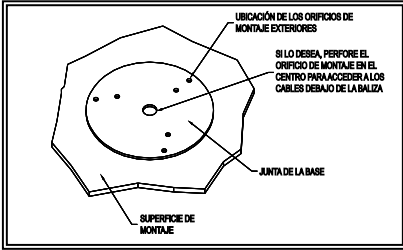

Figura 1
2. Usando la junta base como plantilla, marque las ubicaciones de los cuatro orificios de montaje (vea la figura 1).
4. Se puede perforar un cuarto orificio para el acceso del cable como se muestra en la figura 1, o bien, se pueden pasar los cables a través de la ranura de la base para acceso externo.